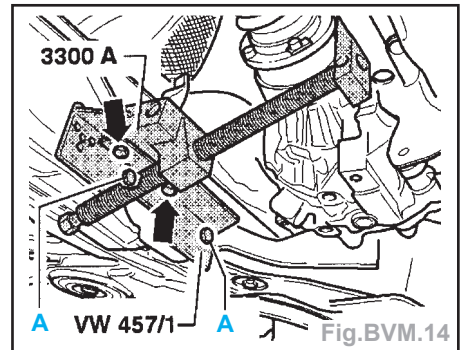

Fig.BVM.14
- Visser la glissière-support VW 457/1 sur les deux alésages filetés servant aux vis de l'appui pendulaire sur le berceau (Fig.BVM.14).